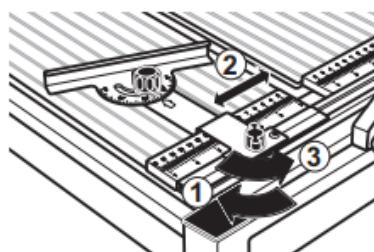

Рис. 12
Настройка ширины реза (рис. 12)
- установите по шкале (32) (рис.12) указателя требуемый угол распила;
- зафиксируйте наклон диска винтами (3).